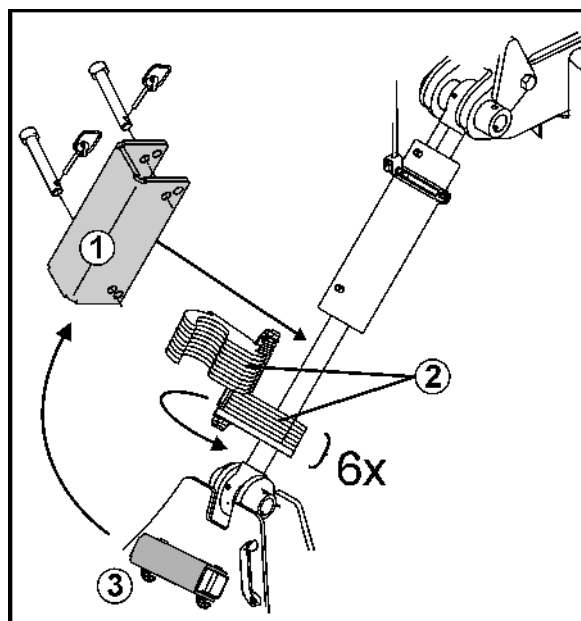

Fig. 8
Mekanisk sikring af trækstangscylindern (Fig. 8/1) mod utilsigtet nedsænkning af tænderne ved vedligeholdelsesarbejder
2. Svinges de seks afstandselementer (Fig. 8/2) på stempelstangen
3. Tag sikringen ud af parkeringspositionen (Fig. 8/3).